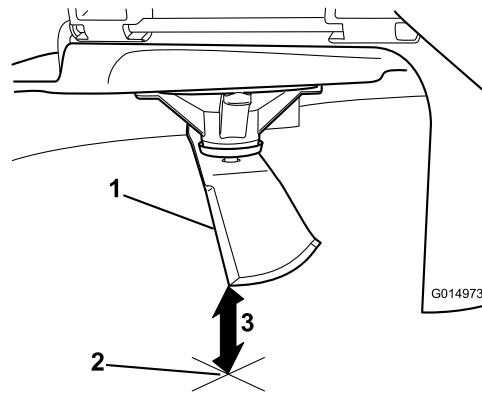

Bild 64
5. Messen Sie von der Messerspitze bis zu ebenen Fläche (Bild 64).